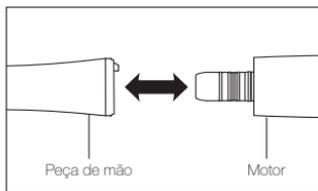

Fig. 2
- 1) Una a peça de mão diretamente ao motor. (Fig.2) Quando montar a peça de mão ótica rode até ouvir um clique.